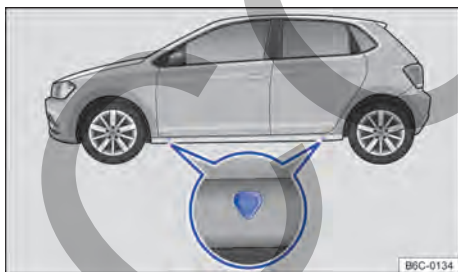

Fig. 162 Puntos de apoyo del gato.
El gato únicamente puede ser posicionado en los puntos de apoyo indicados (marca en la carrocería) → fig. 162. Es válido el punto de apoyo ubicado próximo a la rueda correspondiente → ⚠️.
7. Buscar debajo del vehículo el punto de apoyo del gato → fig. 162 más cerca de la rueda que se debe cambiar.